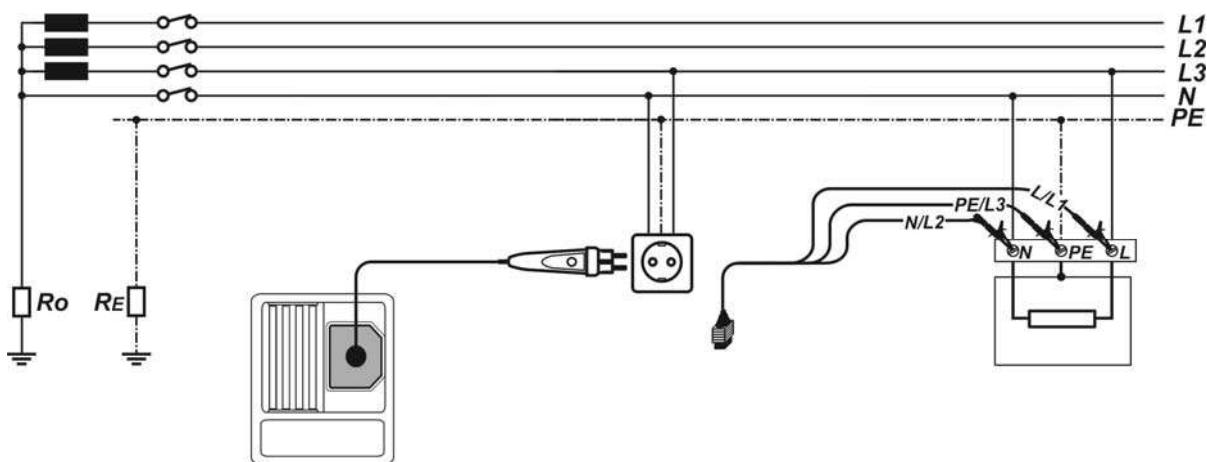

Рисунок 5.18: Подключение штепсельного щупа «plug commander» и 3-проводного тестового кабеля
- и Рисунок 5.18: *Подключение штепсельного щупа «plug commander» и 3-проводного тестового кабеля*